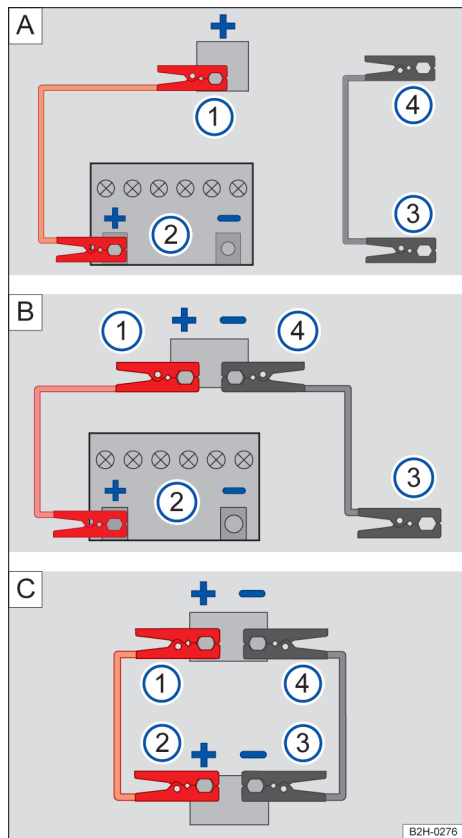

Fig. 163 No compartimento do motor: conexões para o cabo auxiliar de partida (representação esquemática).
Legenda para Fig. 163:
- → Fig. 163 [A]: Conexão entre a bateria do veículo fornecedor de energia ② e ③ e o ponto de auxílio à partida do veículo com bateria do veículo descarregado ① e ④.
- → Fig. 163 [B]: Conexão entre a bateria do veículo fornecedor de energia ② e ③ e os dois pontos de auxílio à partida do veículo com bateria do veículo descarregado ① e ④.
- → Fig. 163 [C]: Conexão entre a bateria do veículo fornecedor de energia ② e ③ e os dois pontos de auxílio à partida do veículo com bateria do veículo descarregado ① e ④.
- Conectar uma ponta do cabo auxiliar de partida *vermelho* ao polo positivo (+) do veículo com a bateria descarregada → Fig. 163 ①.
- Conectar a outra ponta do cabo auxiliar de partida *vermelho* ao polo positivo (+) do veículo com a bateria fornecedora de energia → Fig. 163 ②.
- Conectar uma extremidade do cabo auxiliar de partida *preto* → Fig. 163 ③, de preferência, num ponto de aterramento (ponto de auxílio à partida) (-), ou então, na argola de reboque dianteira roscada, conectar uma peça metálica firmemente aparafusada com o bloco do motor ou no próprio bloco do motor.
- Conectar a outra extremidade do cabo auxiliar de partida *preto* → Fig. 163 ④ no veículo com a bateria do veículo descarregada, de preferência, a um ponto de ponto de aterramento (ponto de auxílio à partida) (-), uma peça metálica firmemente aparafusada com o bloco do motor ou no próprio bloco do motor → ⚠.
- Em motores em funcionamento, desconectar o cabo auxiliar de partida somente na sequência → Fig. 163 ④ ③ ② ①.